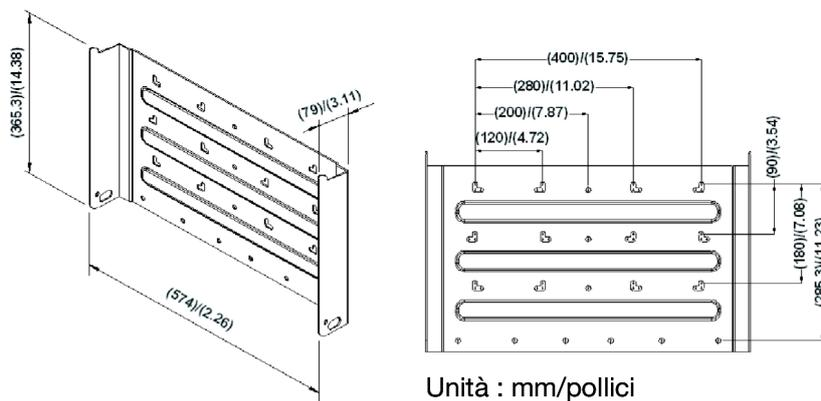

Fig. 2.2.2 Staffa di montaggio dell'inverter
2. Utilizzare la staffa di montaggio (Fig. 2.2.2) come una mascherina per segnare la posizione dei fori da fare nel muro. Dopo aver effettuato i fori con un trapano, tenere la staffa contro il muro e fissarla al muro con i fissaggi come indicato in Fig. 2.2.3. (Sono necessarie almeno dieci (10) viti)